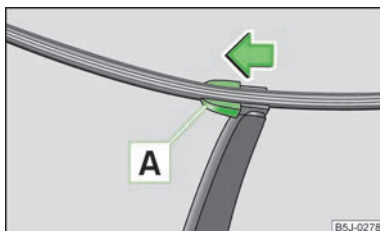

Fig. 33
- Abatir el brazo de la escobilla separándolo del parabrisas y colocar la escobilla en posición perpendicular al brazo » fig. 33.
- Colocar la escobilla en el brazo de la escobilla y enclavar el seguro **A** » fig. 33.